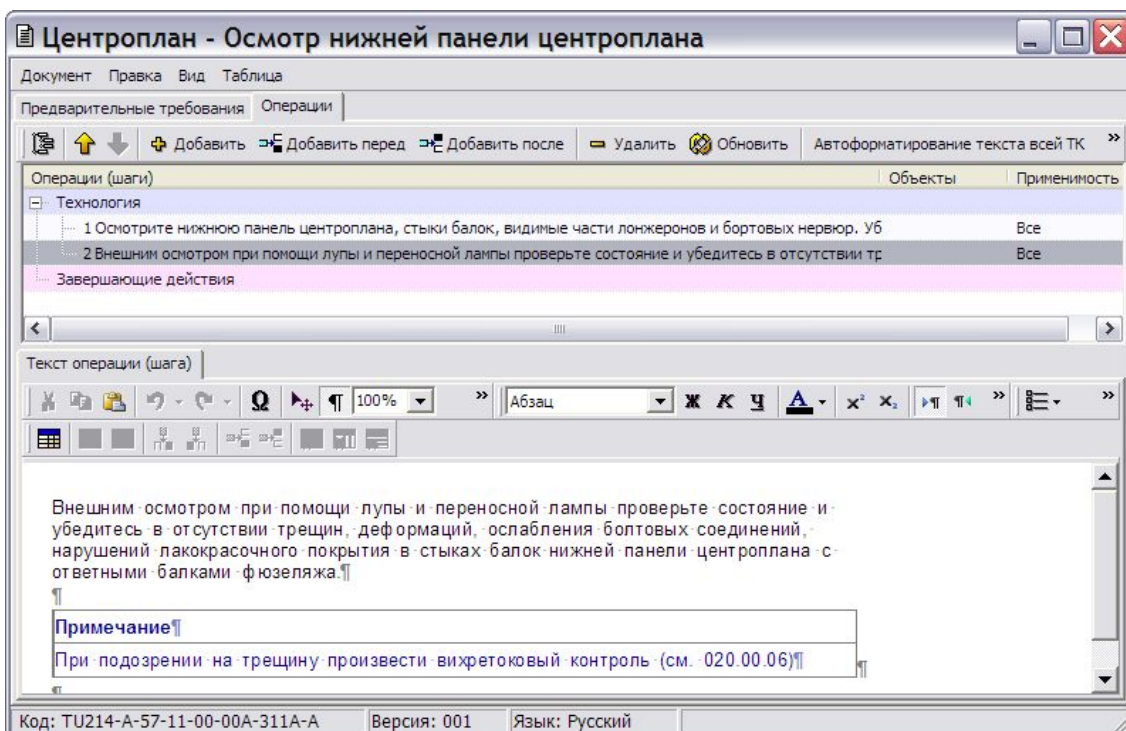

Рис. 12.6. Редактирование МД
4. Раздайте сотрудникам задания на проведение работ по наполнению модулей данных содержимым (Рис. 12.6). Другой способ произвести наполнение содержимого МД, а также создать часть структуры проекта – произвести импорт данных (Рис. 12.7).